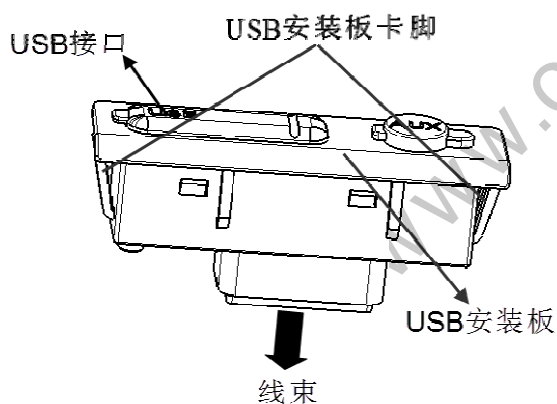

图 1.6.11 USB 安装板的拆卸 c
- c) 将与USB接口连接的线束松开，再按压USB安装板两侧卡脚，将安装板取出并放在一边。如图1.6.11所示；